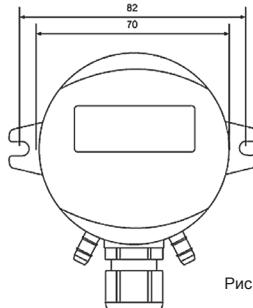

Рис. 1. Габариты датчика давления
- датчик прикручивается прямо к воздуховоду двумя винтами для жестких (см. рис. 1);